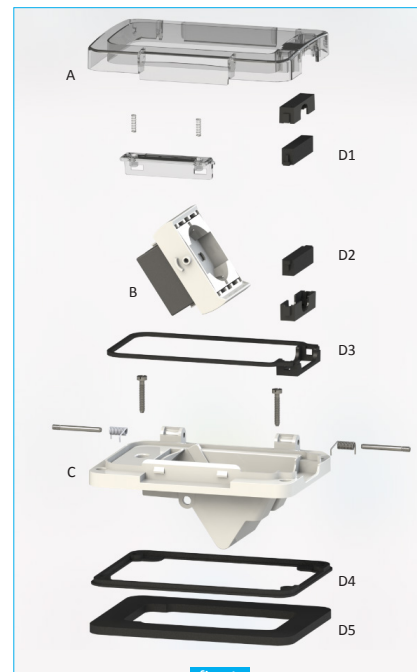

fig. 1
WIDE è costituita da un telaio (fig. 1-C), un supporto basculante (fig. 1-B), adatto ad accogliere sia spine con cavo assiale che spine con cavo a 90°, un coperchio (fig. 1-A), e diverse guarnizioni di chiusura. (fig. 1-D1,D2,D3,D4,D5)
WIDE is made up of a chassis (fig. 1-C), a tilting support (fig. 1-B), suitable for either plugs with axial cables and plugs with 90° cables, a cover (fig. 1-A) and various sealing gaskets. (fig. 1-D1,D2,D3,D4,D5)
- Il grado di protezione dipende anche dalla buona conservazione della guarnizione siliconica di ritenuta del cavo (fig. 1-D1,D2). Pertanto verificare periodicamente lo stato della suddetta guarnizione. In caso di deterioramento, ed in ogni caso ogni 2 anni, sostituire la guarnizione stessa con ricambio originale 4BOX (Cod. 4B.W.RU).
- The protection degree also depends on the proper maintenance of the silicon holding cable gaskets. (fig. 1-D1,D2). In case of deterioration, or every 2 years, substitute the gaskets with an original 4BOX replacement (code 4B.W.RU)